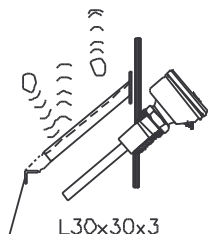

Figura 3
4. Quando la natura del prodotto è in grado di danneggiare l'asta (prodotto grezzo, pesante o a spigoli vivi), è necessario proteggere adeguatamente il sensore. Vedere **Figura 3**.